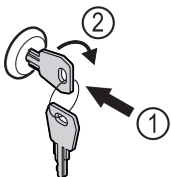

Fig. 125
- ▶ Introduceți cheia prin apăsare Fig. 125 (1).
- ▶ Rotiți cheia cu 90° în sensul acelor de ceasornic Fig. 125 (2).